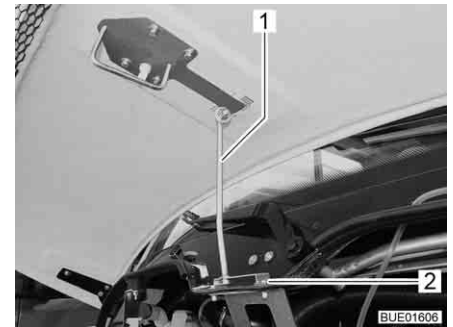

Bild 42 Stütze Motorhaube (Viseo)
- Stütze (Bild 42,1) ausklappen und in die Aufnahme (Bild 42,2) einhängen.